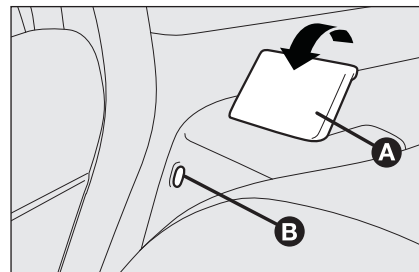

fig. 89
- ☐ soulever le levier **A-fig. 89** de retenue du dossier et rabattre celui-ci en avant. Le soulèvement du levier est mis en évidence par une "bande rouge" **B**.